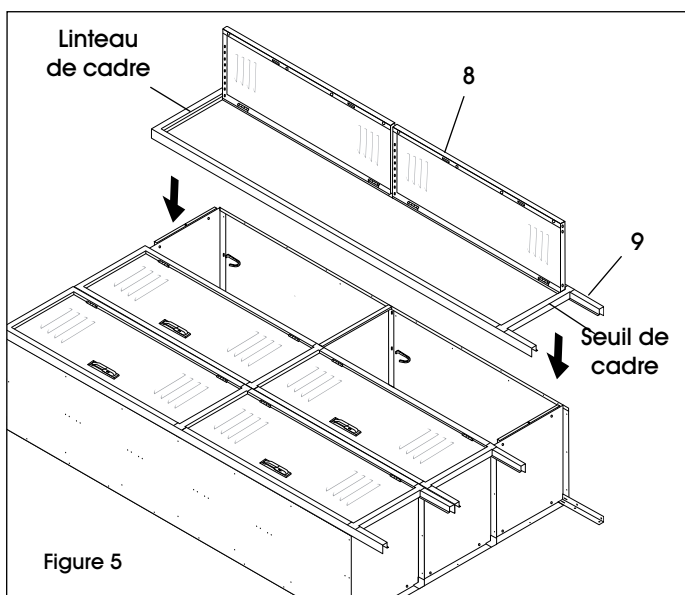

Figure 5
9. Placez l'ensemble porte et de cadre (8 et 9) sur le corps du casier. Assurez-vous que les côtés du corps sont à l'intérieur du cadre et non pas insérés dans le cadre. Fixez le dessus au linteau de cadre et le fond au seuil du cadre (un boulon chacun). Terminez en fixant l'assemblage porte et cadre aux côtés du corps du casier (les boulons seront partagés avec la porte et le cadre connexes). (Voir Figure 5) Si vous raccordez une unité de trois éléments à une autre unité connexe, passez à la section **JOINDRE DES UNITÉS** ci-dessous.